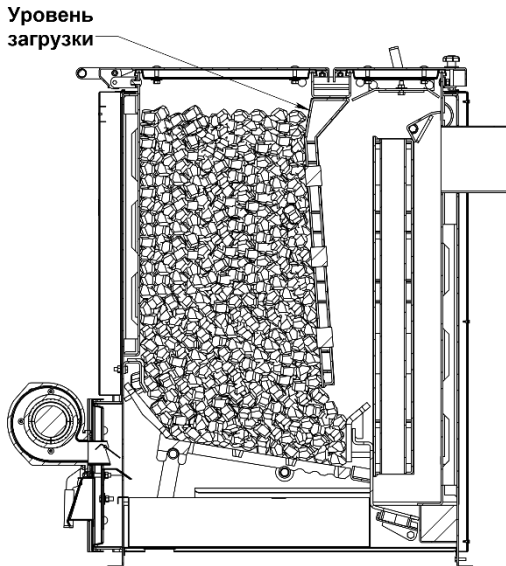

Рис. 14 Уровень загрузки топлива
После возгорания дров, когда горящие угли покроют всю колосниковую решетку, загрузить уголь. Рекомендуемые размеры кусков угля не должны быть менее 20мм и превышать 50 мм. Загрузку угля производить не выше верхней кромки переднего теплообменника (рис.14), не оставляя надолго открытой загрузочную дверцу, чтобы не допустить прорыва большого количества холодного воздуха в топку.
Рекомендуемые размеры кусков угля не должны быть менее 20мм и превышать 50 мм. Загрузку угля производить не выше верхней кромки переднего теплообменника (рис.14), не оставляя надолго открытой загрузочную дверцу, чтобы не допустить прорыва большого количества холодного воздуха в топку. Зольная дверца во время растопки котла должна быть открыта.
6. Заполнить углем загрузочную камеру не выше верхней кромки переднего теплообменника (рис.14).